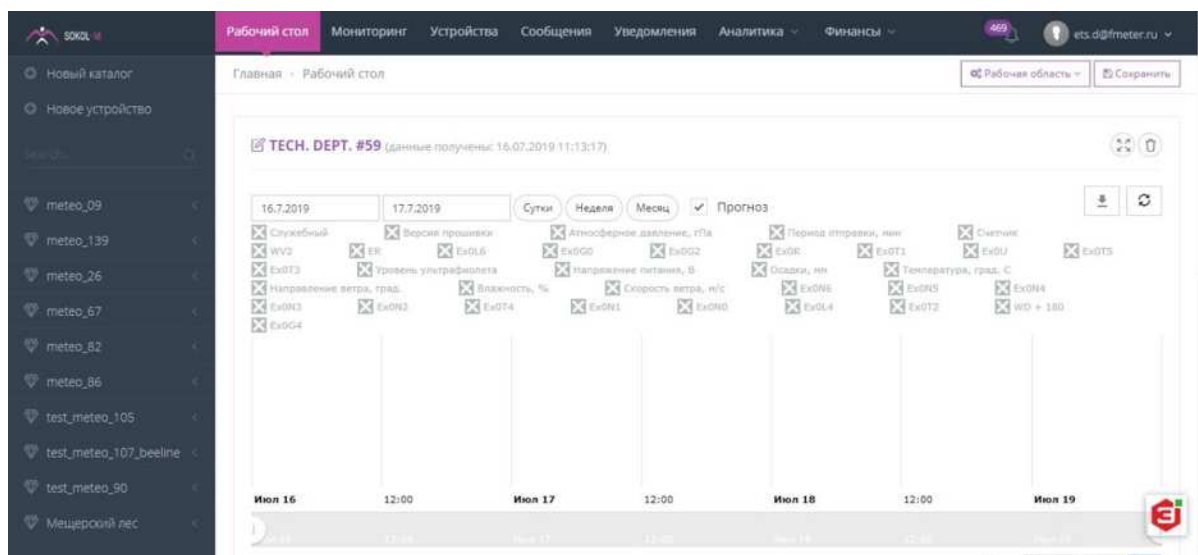

Рисунок 11 - Работа с облачным сервисом
6.12.1. Для работы с облачным сервисом SOKOL-M (www.sokolmeteo.com), на который метеостанция в автоматическом режиме отправляет сообщения, необходима регистрация пользователя. После регистрации пользователю открывается доступ к конкретной метеостанции. Для идентификации метеостанции, на заводе-изготовителе ей присваивается имя. Имя метеостанции начинается словом «meteo_», далее указывается её порядковый номер, например, «meteo_09» (рис.11).